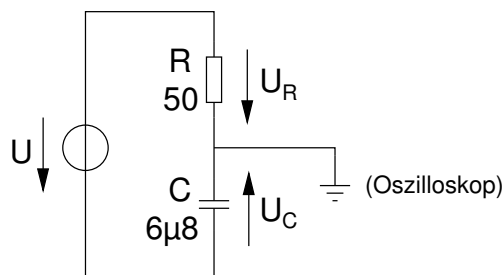

Abbildung 10: Messaufbau Komplexer Widerstand
In diesem Punkt soll der X-Y-Betrieb des Oszilloskops kennengelernt werden. In der bisherigen Verwendung des Oszilloskops stellte die X-Achse die Zeit dar. Im X-Y-Betrieb wird ein Eingangskanal des Oszilloskops für die X-Ablenkung verwendet, der andere für die Y-Ablenkung. Es soll die Schaltung aus Abbildung 10 aufgebaut werden und die beiden am ohmschen Widerstand und der Kapazität abfallenden Teilspannungen gemessen werden. Dabei wird das Oszilloskop in den X-Y-Betrieb geschaltet. Es ist zu beachten, diese Messung nur durchgeführt werden kann, wenn der Ausgang des Funktionsgenerators nicht geerdet ist, da sonst der Kondensator C über die Masseanschlüsse von Oszilloskop und Funktionsgenerator kurzgeschlossen werden würde.
1. Bauen sie die in Abbildung 10 dargestellte Schaltung auf. Der Widerstand hat einen Wert von 50Ω , die Kapazität einen Wert von $6.8 \mu\text{F}$.